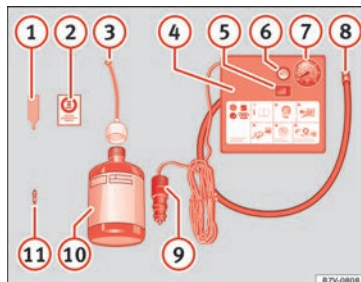

Fig. 103 Havarisættets dele
Havarisættet er placeret i bagagerummet under bundpladen. Det indeholder følgende dele » **Fig. 103:**
Tilslut dækpåfyldningsslangen » **Fig. 103** ⑧ igen, og aflæs dæktrykket på dæktryksmåleren ⑦.